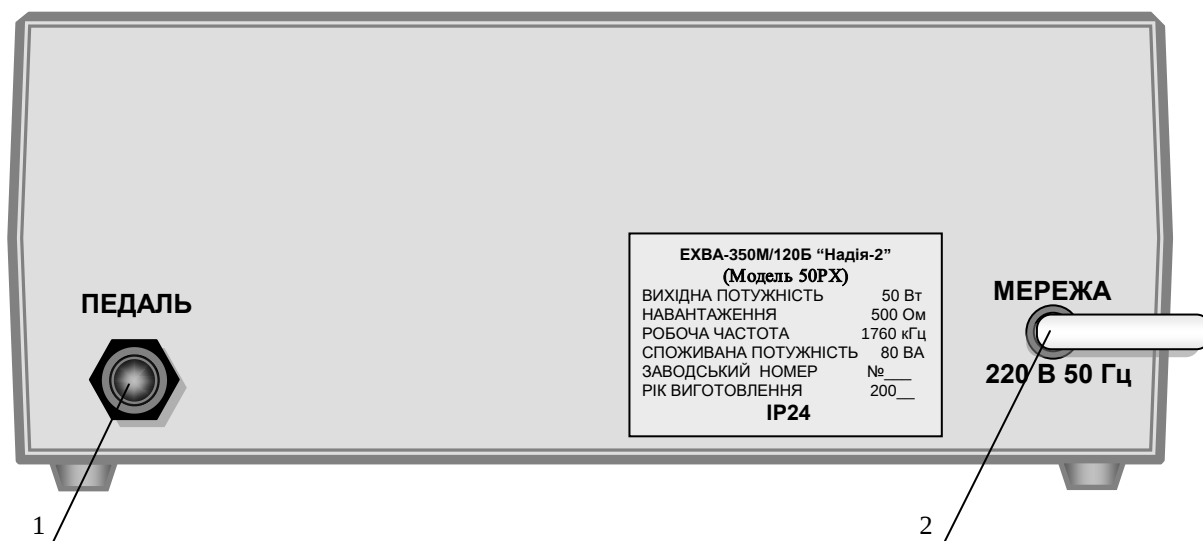

Рис.2 Задня панель електронного блоку.
- тумблер-індикатор “МЕРЕЖА” (1) включення апарату;
- ручка (2) регулювання вихідної потужності;
- сигнальний індикатор (3) синього кольору, включення ВЧ-генератора;
- тумблер (4) переключення режимів роботи апарата: різання (РІЗ) або коагуляція (КОАГ);
- роз’єм “ПАС” (5) для підключення кабелю пасивного електрода;
- роз’єм “АКТ 1” (6) - для підключення кабелю з утримувачем активних електродів (утримувача епіляційних голок);
- роз’єм “АКТ 2” (7) - для підключення кабелю з утримувачем активних електродів;
- роз’єми “АКТ 1” (6) і “ПАС” (5) - призначені для підключення електродоутримувача біполярного пінцета.
З боку задньої панелі електронного блоку (рис.2) виведені: роз'єм "ПЕДАЛЬ" (1) - для підключення ножної педалі, кабель (2) живлення апарату для підключення його в мережу 220 В, 50 Гц.